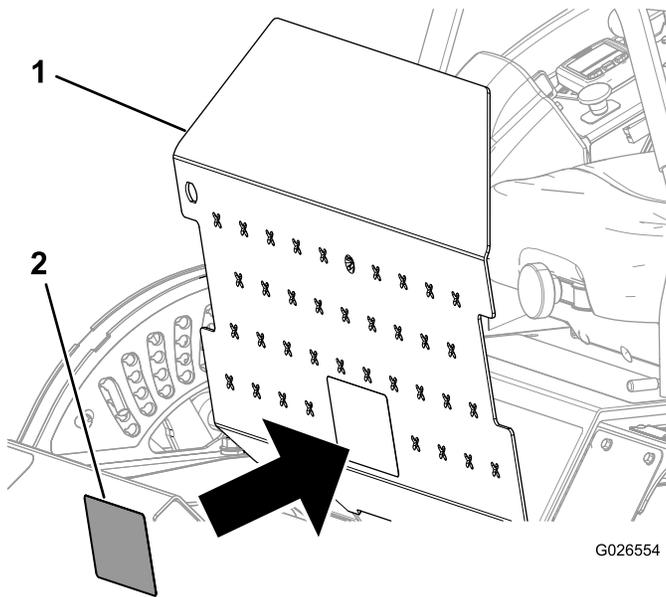

Figura 7
5. Ruotate per aprire il pianale (Figura 7).
6. Affiggete il nuovo adesivo del percorso della cinghia sull'adesivo esistente (Figura 7).